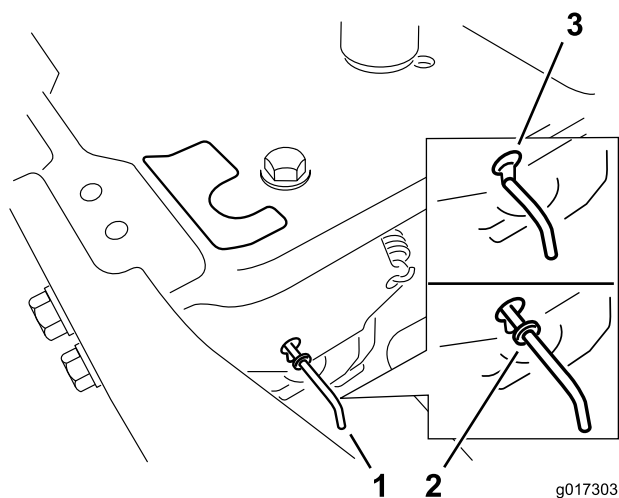

Figure 23
4. Déplacez les leviers de dérivation en avant dans l'encoche en trou de serrure, puis vers le bas pour les verrouiller en position, comme illustré (Figure 23). Assurez-vous de le faire pour chaque levier.
Déplacez les leviers de dérivation en arrière dans l'encoche en trou de serrure, puis vers le bas pour les verrouiller en position, comme illustré (Figure 23). Assurez-vous de le faire pour chaque levier.